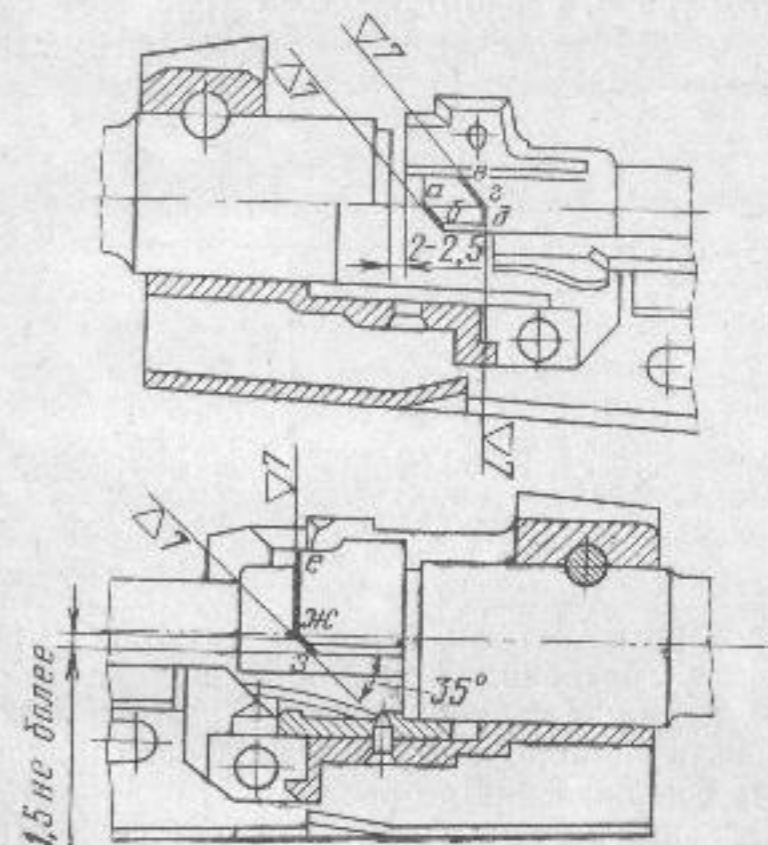

Рис. 42. Обработка боевых выступов затвора
4. Опилить скос *аб* на левом боевом выступе затвора (рис. 42) так, чтобы начало поворота затвора по винтовому скосу сухаря было при зазоре между пеньком ствола и торцом затвора в пределах 2—2,5 мм и чтобы
5. Пригнать поверхности *ежз* правого и *вгд* левого боевых выступов затвора (рис. 42) (по копоти) так, чтобы прилегание их к боевым уступам ствольной коробки было не менее 60% опорной площади; при этом затвор должен крыть калибр-шашку К-3 (32,85 мм) при усилии не более 15 кг (определяется по отсутствию зазора между срезом затворной рамы у рукоятки и ствольной короб-
7. При необходимости для обеспечения прохождения затвора под боевыми уступами ствольной коробки опилить ребра боевых выступов затвора (рис. 42).